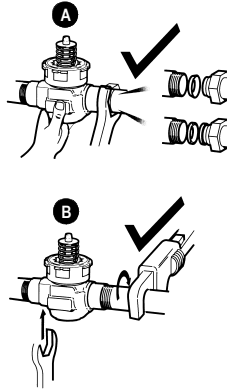

Fig. 5: Einbau des Ventils
6. Halten Sie den Ventilkörper dabei in einer Hand (Abb. 5 A) oder setzen Sie einen verstellbaren Schraubenschlüssel (38 mm bzw. 1-1/2") an den Sechskant oder die flache Seite des Ventilkörpers (Abb. 5 B). Bei Einbau auf einer Werkbank ist darauf zu achten, den Ventilkörper nicht mit dem Schraubstock zu deformieren. Achten Sie darauf, dass sich das hervorstehende "H"-Logo nicht zwischen den Spannbacken befindet. Übermäßige Spannkraft kann zur Verformung des Ventilkörpers führen.
7. Der Einbau des Stellglieds kann erfolgen, indem die unter (2) beschriebene Vorgehensweise umgekehrt wird.